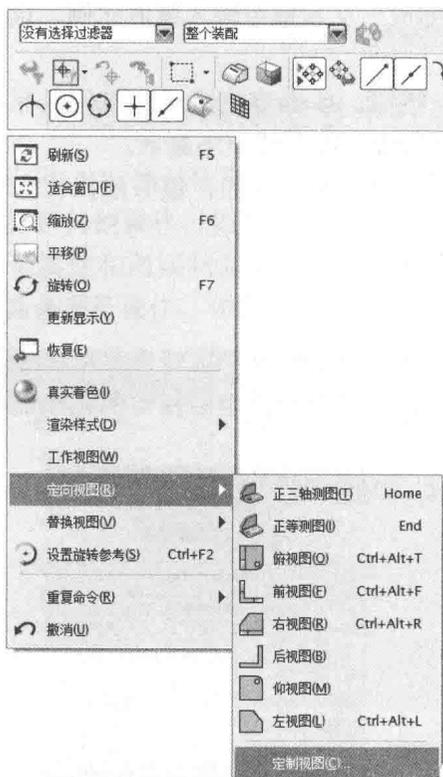

图 1-14 “定向视图”级联菜单
① 利用快捷菜单。在绘图区右击，在弹出的快捷菜单中打开“定向视图”级联菜单，设置视图方向，如图 1-14 所示。